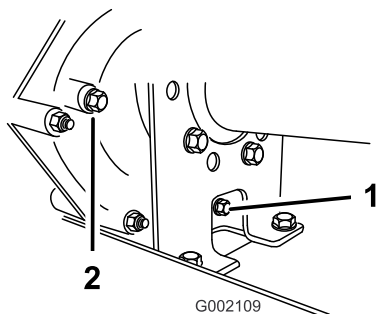
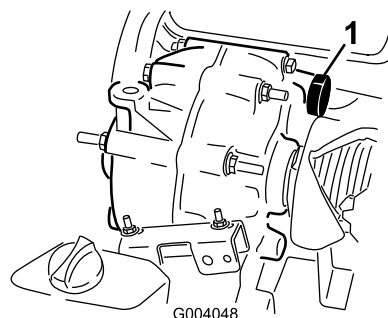

Figura 56
Figura 57
2. Limpie la zona alrededor de los tapones de vaciado y llenado con un trapo (Figura 56).
4. Retire el indicador girándolo en sentido antihorario (Figura 56).
5. Retire el indicador girándolo en sentido antihorario (Figura 56).
6. Instale y apriete el tapón de vaciado y la junta en el orificio de llenado de la transmisión (Figura 56).
7. Llene el depósito (Figura 57) a través del orificio de llenado con aproximadamente 1.4 litros (1.5 cuartos US) del fluido especificado, hasta que el nivel de fluido de la transmisión esté enrasado con el borde inferior de la rosca (Figura 56).
8. Instale y apriete el tapón y la junta en el orificio de llenado de la transmisión (Figura 56).
10. Compruebe el nivel de fluido y añada más fluido si el nivel no llega a las roscas del orificio de llenado (Figura 56).